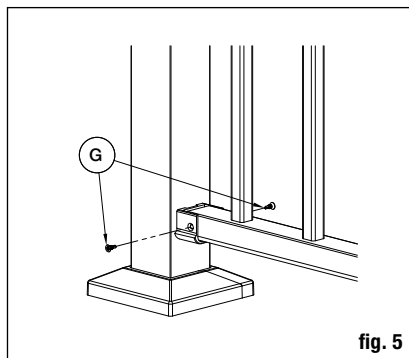

fig. 5
Paso 7: Coloque la sección de barandal (A) sobre las bases de soporte instaladas. Use una broca de 3 mm (1/8 pulg.) para hacer agujeros guía en los barandales, a través de los agujeros de soportes laterales. Fije los barandales a las bases de soporte usando los tornillos #8 x 1.3 cm (1/2 pulg.) (G) que se incluyen, como se muestra (**fig. 5**).